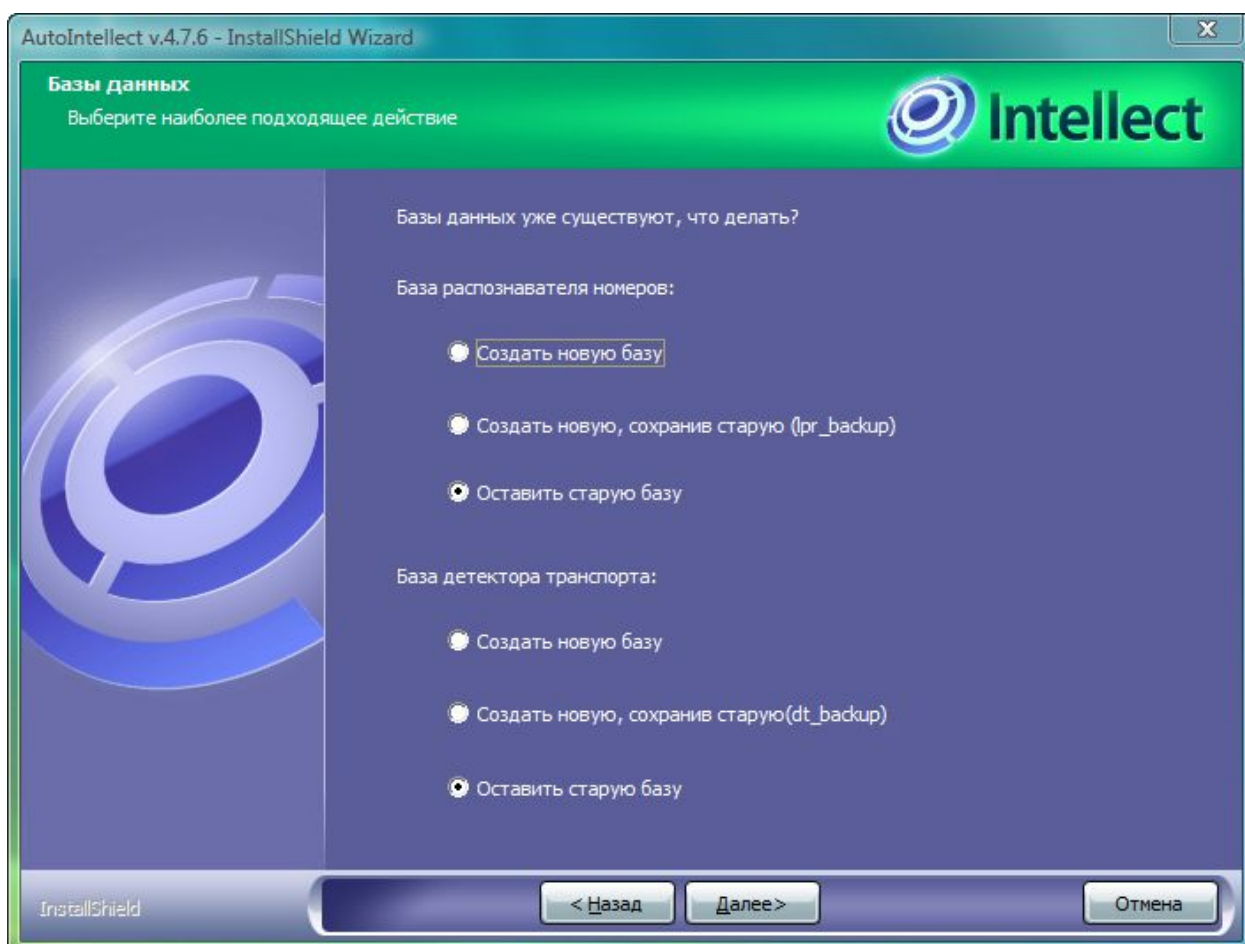

Рис. 6.5-1 Выбрать вариант действий
2. Выбрать вариант действий из списка «База данных уже существует, что делать?» (см. Рис. 6.5-1).